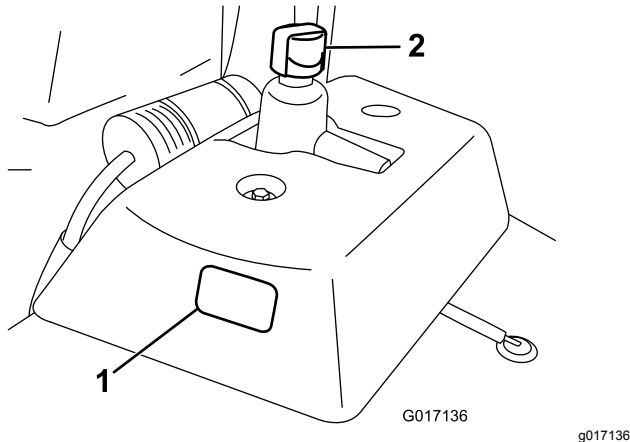

Figura 48
2. Compruebe el nivel de aceite observando la mirilla situada en el lado del depósito de aceite auxiliar (Figura 48).